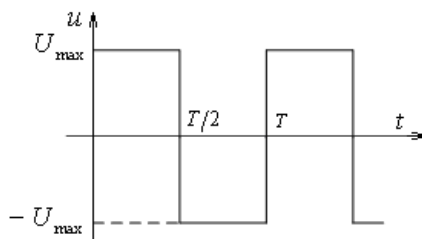

Рис. 1
1. Осуществить разложение заданного напряжения $u(t)$ прямоугольной формы (меандра – рис. 1) в ряд Фурье, ограничиваясь тремя членами ряда, $U_{\max} = 7 \text{ В}$.
2. Для схемы на рис. 1П при заданных параметрах R , R_k , L и C (табл. 1):